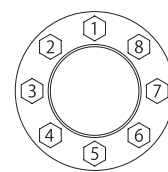

図13 クランプねじ締付け順序
- クランプねじを図13の要領で徐々に時計方向あるいは反時計方向に順に締付けます。対角にはありませんのでご注意ください。クランプねじはトルクレンチを用い、締付けトルク Ms の値まで数回に分けて締付けます。このときクランプディスクのすきま W を一定に保つようご注意ください。